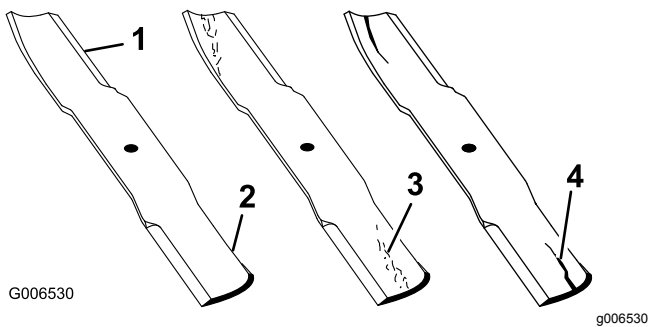

Figure 52
- Examinez le tranchant des lames (Figure 52).
- Remplacez immédiatement toute lame fendue, usée ou qui présente une entaille (Figure 52).